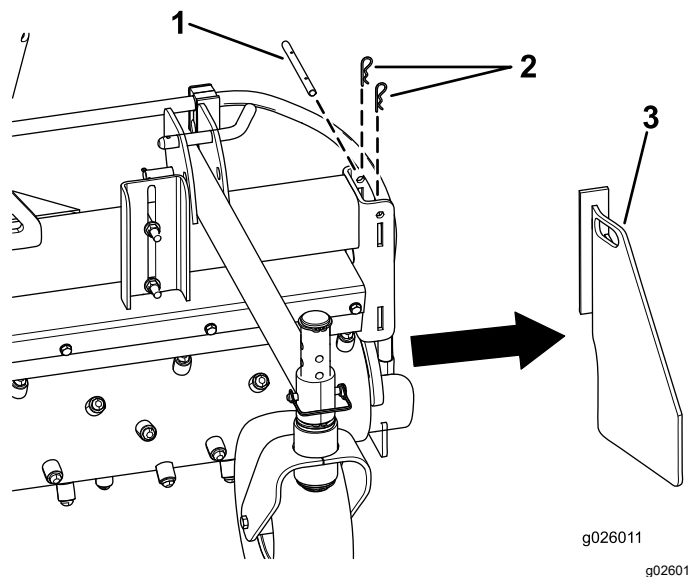

Figura 7
- Scoateți cele 2 tifturi în formă de agrafă de pe tiftul plăcii de capăt (Figura 7).
- Scoateți tiftul plăcii de capăt de pe placa de capăt (Figura 7).
- Scoateți placa de capăt (Figura 7).